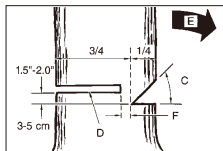

Bild. 11B
**⚠️ ACHTUNG:** Treten Sie nie vor einem Baum, der eingekerbt ist. Führen Sie den Fallschnitt (D) auf der anderen Seite des Baumes ca. 3,5 cm oberhalb der Kerbkante (C) aus (Bild. 11B).